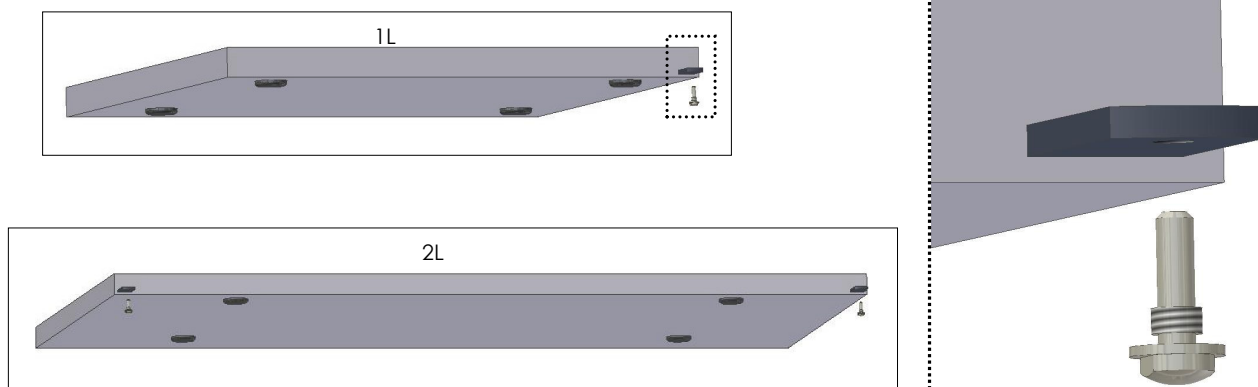

Abb. 1
- Bringen Sie die **unteren Bolzen** an den Türbefestigungsecken an (Abb. 1);